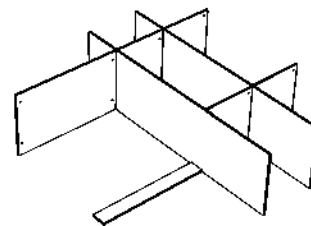

Рис. 5 - Схема сборки средней части.
Перегородки средняя (5) и боковая (6), щиты горизонтальные (7,8) соедините при помощи шкантов и эксцентриковых стяжек, завернув эксцентрики (Рис.5).
2.2 Соберите каркас шкафа присоединив к собранной ранее средней части стенки вертикальные (3,4) с пилястрами (15-правая,16), брусок жесткости (10), крышку (1), щит горизонтальный нижний в сборе с цоколем (2,19) посредством шкантов и эксцентриковых стяжек.